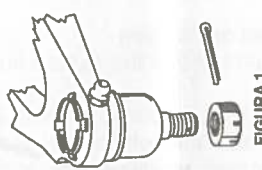

FIGURA 1
6. Mueva el muñón hacia arriba y a un lado y apoyelo. Quizá sea necesario levantar el brazo de suspensión inferior con un punzón o bolador y un martillo, separe o desconecte la articulación de rótula haciendo uso de un punzón o bolador y un martillo, separe o desconecte la articulación de rótula todos los bordes estacados estén doblados hacia arriba correctamente con el fin de poder presionar la articulación de rótula hacia adentro. Vea la Figura 1.